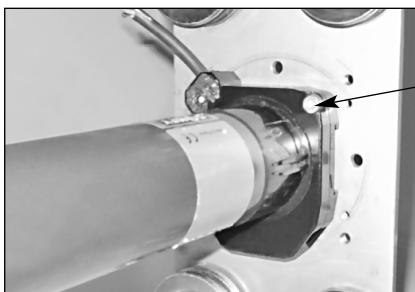

Рис.2.2 Крепление двигателей "Somfy" серии LT 50 NHK и LT 60 NHK.
- серий LT 50 NHK и LT 60 NHK крепятся к каретке со стороны двигателя двумя винтами M6x20 с цилиндрической головкой и внутренним шестигранником S5 (рис.2.2).